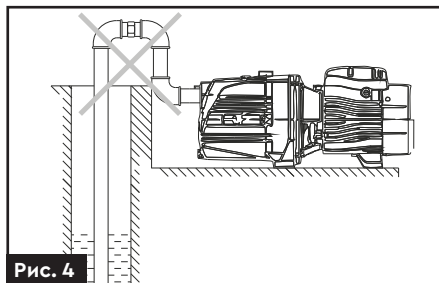

Рис. 4
- На вхідному трубопроводі має бути якомога менше вигинів для безперешкодного проходження води у вхідний отвір насоса (рис. 4).